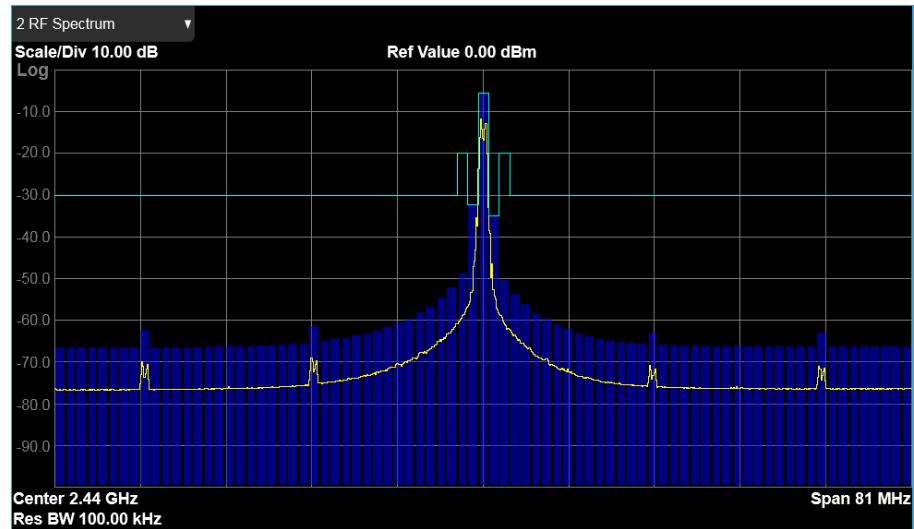

图 16. 降压时的 Tx 带内发射 @ 250 kbit/s
- 图 16 显示了 GFSK 数据速率为 250 kbit/s 时的 Tx 带内发射。